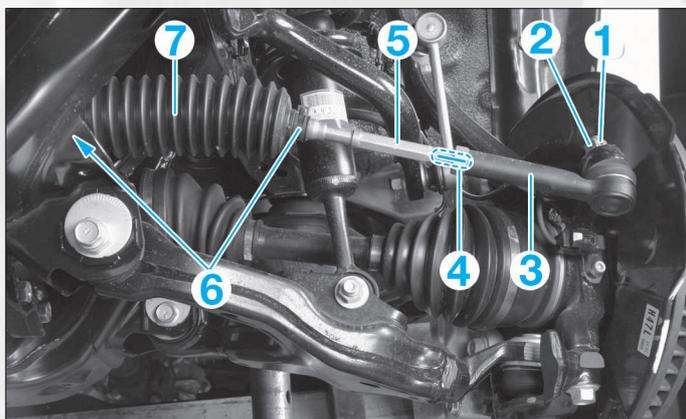

FIG. 12
• Déposer la goupille (1), l'écrou (2) puis à l'aide d'un arrache-rotule, extraire la rotule de direction (3) du pivot (fig. 12).